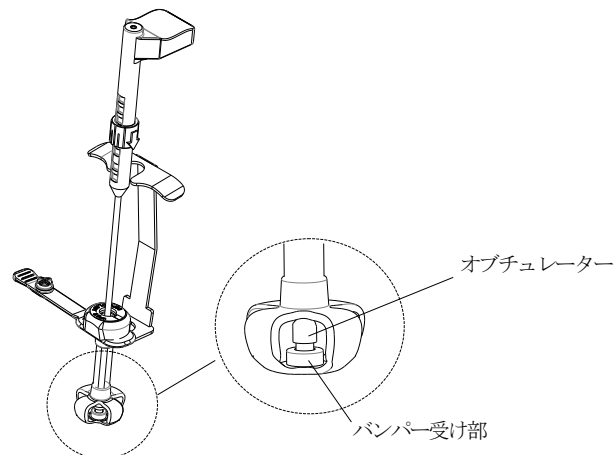
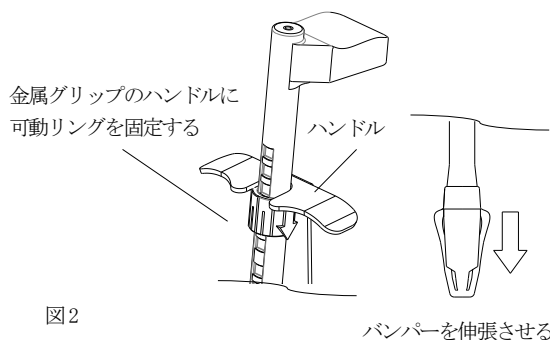

図1
図2
- ①瘻孔が確実に形成された状態（胃壁と腹壁が明確しないことが確認された状態）であることを確認する。
- ②瘻孔に留置されているカテーテル類にガイドワイヤーを通し、その使用方法に従い、適切な方法でカテーテルのみ抜去する（ガイドワイヤーは瘻孔に留置した状態にする）。
- ③オペチュレーター本体をカテーテル内腔に通し、バンパの受け部にセットした後、金属グリップを用いてバンパを伸張させる（図1、図2）。